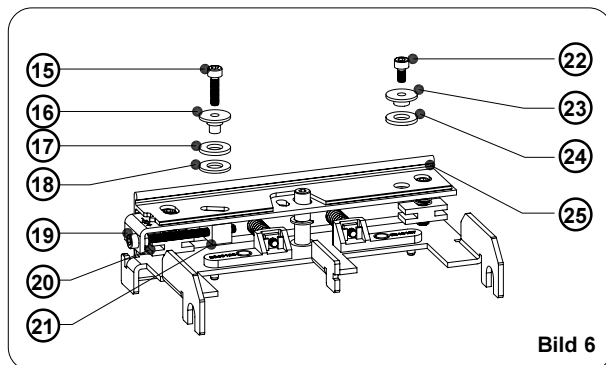

Bild 6
17. Bei der Montage von Schraube (19), Mutter (20) incl. Scheibe und Gleitstück (21) (siehe Bild 6) stellen Sie die Mutter zur Minimierung des seitlichen Spiels so dicht wie möglich an den Kopfwinkel, ohne dass die Drehung der Schrauben schwergängig wird.
18. Achten Sie bei der Montage des Umlenkprofils Transfer (25) (siehe Bild 6) darauf, dass der Ansatz von Druckstück 2 (16) in die Langlöcher von Umlenkprofil und Kopfwinkel hineinragt und der Ansatz von Druckstück 1 (23) in das Umlenkprofil eintaucht. Bei korrekter Montage lässt sich das Umlenkprofil durch Drehen an der Schraube (19) gegen den Kopfwinkel verschieben.